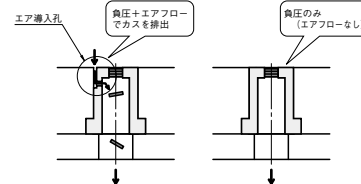

図1 エア導入孔の効果
- 刃先近くにエア導入孔を設けてある為、バキューム装置で吸引した際にボタンダイ内部に空気の流れ (エアフロー) が生み出されます。そのためエア導入孔の無いボタンダイで吸引する場合よりもカス排出の効果が高まります。[図1]